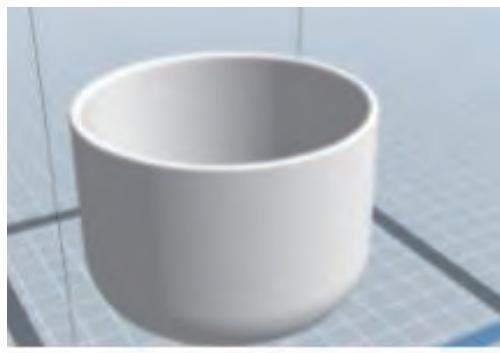

図 8-12
②(図 8-12) のようなモデルは蓋がないものが床に付く内部が大量のサポート材が必要になります。蓋の内面を上向きにすることでサポート材なしでもプリントができるようになります。